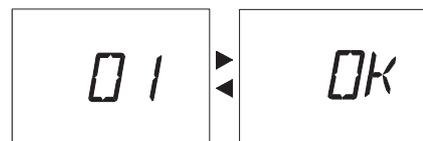

Рис. 29
- 3 Через 5 секунд после ввода желаемого значения **Внутреннего водонагревателя** произойдет автоматическое сохранение настройки, после чего на ЖК-дисплее отобразится надпись **OK** (Рис. 29) в качестве подтверждения сохранения.